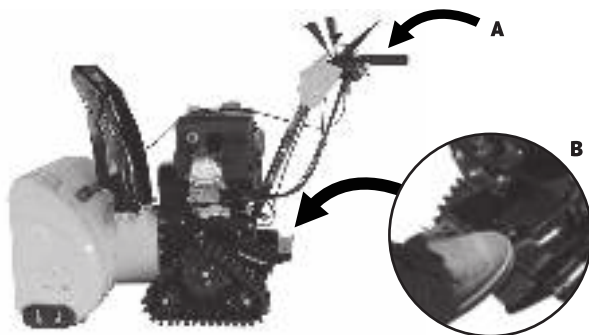

Рис. 18
- Поставьте ногу на педаль и нажмите на неё. (рис.18, **В**).
- Нажмите обеими руками (сверху вниз) на рукоятки панели оператора (рис.18, **А**) приподнимая, таким образом, корпус шнека снегоуборщика.